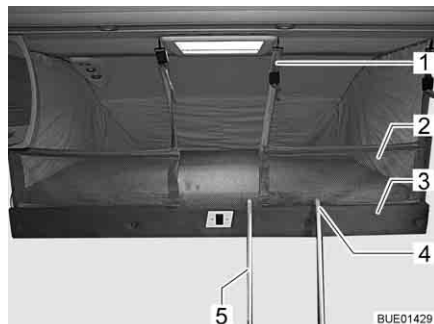

Bild 125 Höjbar säng med uppspant skyddsnät
Om det finns ett skyddsnät, ligger skyddsnätet (Bild 125,2) med säkerhetsremmarna befinner sig under madrassen i den höjbara sängen. Skyddsnätet ska först monteras när personerna som ska sova där befinner sig på den höjbara sängen.
- Haka fast säkerhetsremmarna (Bild 125,1) i krokarna i taket.
- Haka in trappstegens (Bild 125,5) två byglar (Bild 125,4) på den höjbara sängens list (Bild 125,3).